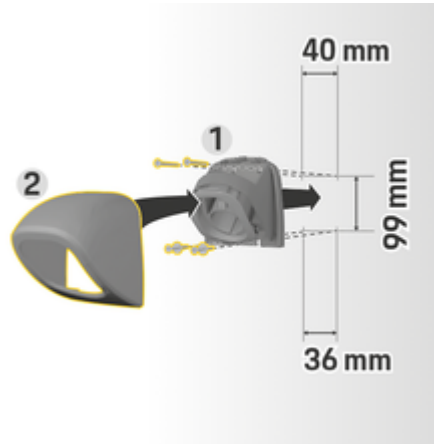

Abb. 8: Bohrmaße
1. Steckerhalterung 1 (Abb. 8) aus der Abdeckung 2 (Abb. 8) nehmen.
4. Steckerhalterung 1 (Abb. 8) an die Wand schrauben.
5. Abdeckung 2 (Abb. 8) von unten auf die Steckerhalterung 1 (Abb. 8) aufsetzen und nach oben drücken.